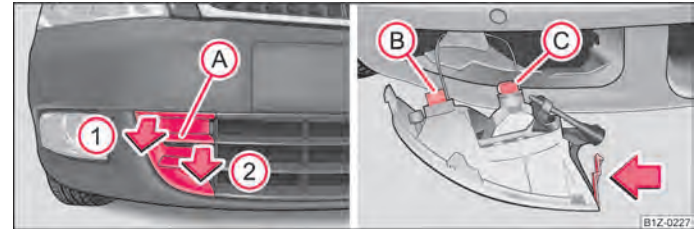

Fig. 185 Bara de protecție față: Grilaj de protecție/demontarea proiectoarelor de ceață
Fișa B - Becul luminii de zi ⇒ fig. 185. Fișa C - Becul proiecteurului de ceață.
- Introduceți degetul în orificiul A ⇒ fig. 185.
- Introduceți mâna în deschizătura în care s-a aflat capacul și apăsați dispozitivul de prindere cu arc ⇒ fig. 185 dreapta.